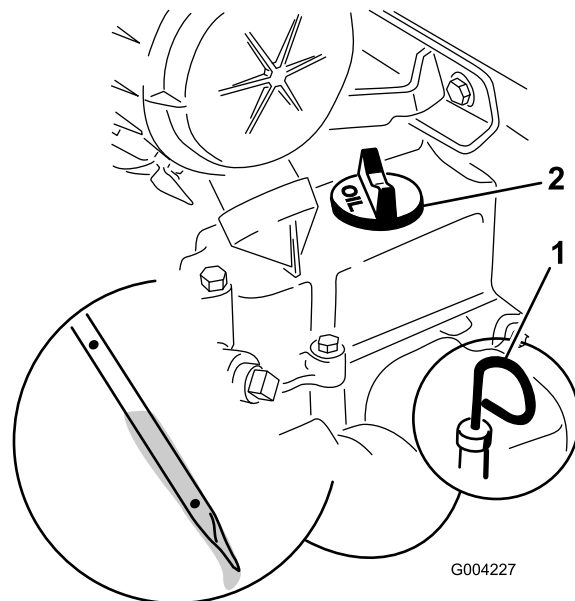

Figura 16
4. Limpie alrededor de la varilla de aceite (Figura 16).
5. Retire la varilla y limpie el extremo metálico (Figura 16).
6. Introduzca la varilla a fondo en el tubo de la varilla (Figura 16).
8. Si el nivel de aceite es bajo (por debajo del orificio inferior), limpie alrededor del tapón de llenado de aceite y retire el tapón (Figura 16).